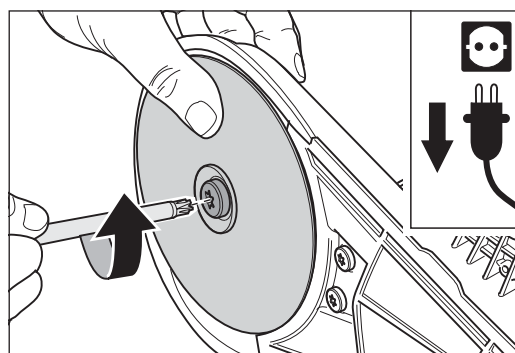

Fig. 10 Sacar el disco de lijado convencional desenroscando el tornillo tensor de papel con la llave a múltiple y ...
- 4 Desenrosque con la llave Múltiple el tornillo de sujeción de la tensión del papel (Fig. 10).